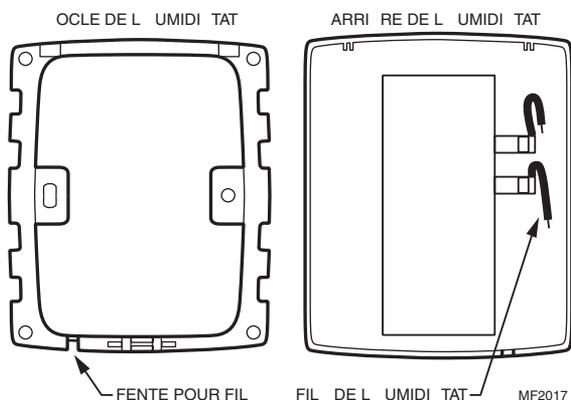

Fig. 14. Base de l'hygrostat et vue arrière
7. Raccorder les fils basse tension aux fils de sortie et remettre le boîtier du H8908 en place. Voir la figure 14.